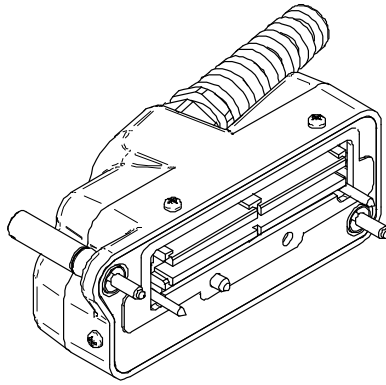

图 L-3 Evident 的 ECA 探头连接器
- 第一种为 EvidentECA 探头连接器（参见第 172 页的图 L-3）。